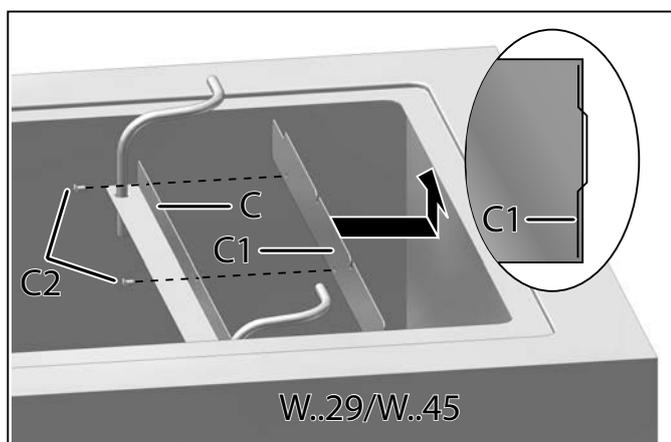

Fig. 9 Fixation de la barrette intermédiaire (C1) et de la barrette à tubes (C) sur le bain
1. Glisser la barrette intermédiaire C1 par le bas derrière le cadre de la cuve, de manière à ce qu'elle soit placée entre le cadre et la cuve (voir Fig. 9).